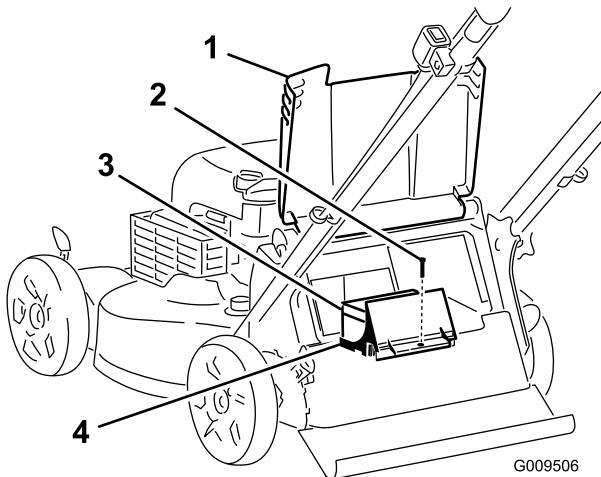

Рисунок 23
1. Поднимите задний отражатель и найдите аккумуляторный отсек (Рисунок 23).